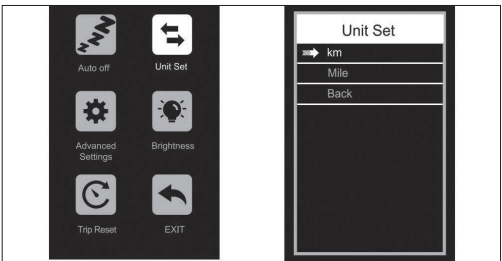

Figura 4-2
**Imposta unità:** Se accedi a questa impostazione, puoi regolare l'unità, come mostrato in (Figura 4-2).